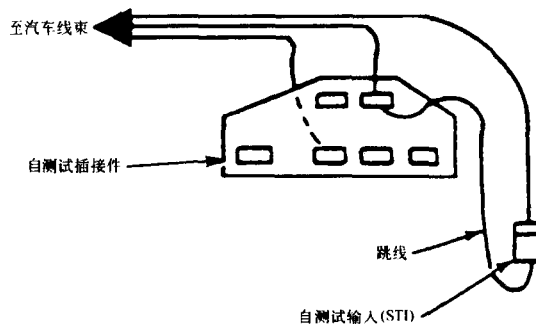

图 1-10 检查发动机提示灯复位用的跳线连接
1) 让点火开关在 OFF 位置,在自测试和自测试输入(STI)插接件之间接一跳线,见图 1-10。航空之星(Aerostar)车,自测试和 STI 插接件是灰色的,位于左侧翼子板挡泥板上,靠近发动机电控单元(EEC)继电器处。烈马(Bronco)和 F 系列车,自测试和 STI 插接件位于 EEC 系统活性炭罐的附近。烈马 II(Bronco II)、探险家(Explorer)和徘徊者(Ranger),自测试和 STI 插接件是红色的,位于右侧翼子板挡泥板上,靠近发动机电控单元继电器处。对于 E 系列车,自测试和 STI 接头位于右侧翼子板挡泥板上,MAP(进气歧管绝对压力)传感器和起动机继电器的附近。